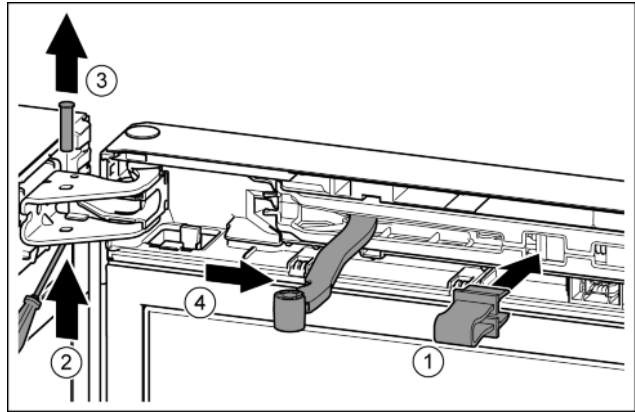

Fig. 13
- ▶ Sicherung in Öffnung einrasten. Fig. 13 (1)
- ▶ Bolzen mit Schraubendreher herausschieben. Fig. 13 (2)
- ▶ Bolzen nach oben herausnehmen. Fig. 13 (3)
- ▶ Gelenk in Richtung Tür drehen. Fig. 13 (4)